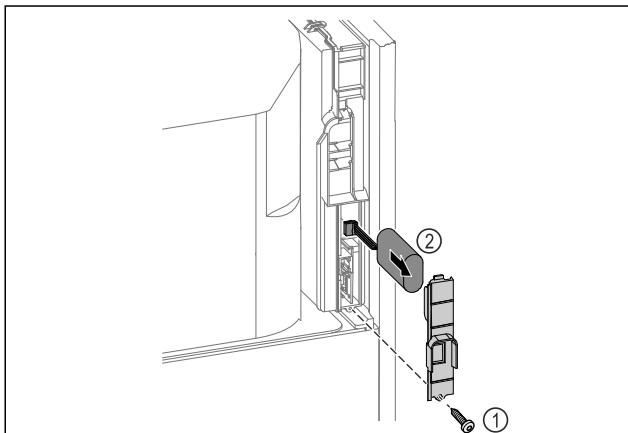

Fig. 259
- Izskrūvējiet skrūvi un noņemiet pārsegu ierīces aizmugurē Fig. 259 (1).
► Atvienojiet un izņemiet bateriju Fig. 259 (2).